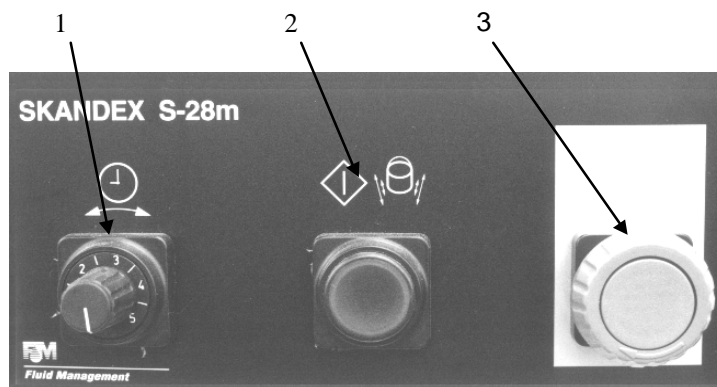

figura 8
- SO-30m : O interruptor de emergência deve estar premido (ver figura 8, número 3), e o interruptor ON/OFF que se encontra na parte traseira da máquina deve estar na posição <O>.
5.4.1 Tipo: SO-30m (Figura 8)